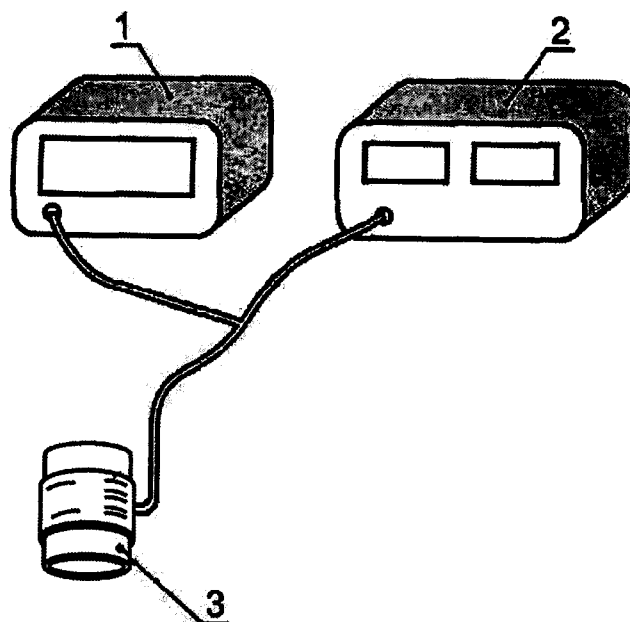

Рисунок 3 – Пневматическая схема для определения скорости утечки воздуха в пневматической системе
6.4.2.1 Собирают пневматическую схему для испытаний (рис. 3), которая состоит из: